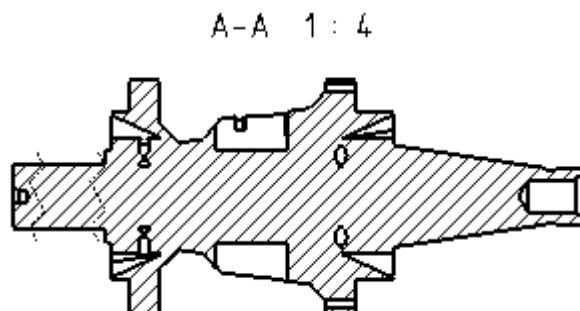

Рис. 47
- Поочерёдно нажмите на линии разрыва растащите их в разные стороны так, чтобы между ними находилась область, которую необходимо удалить на виде с разрывом (рис. 47);